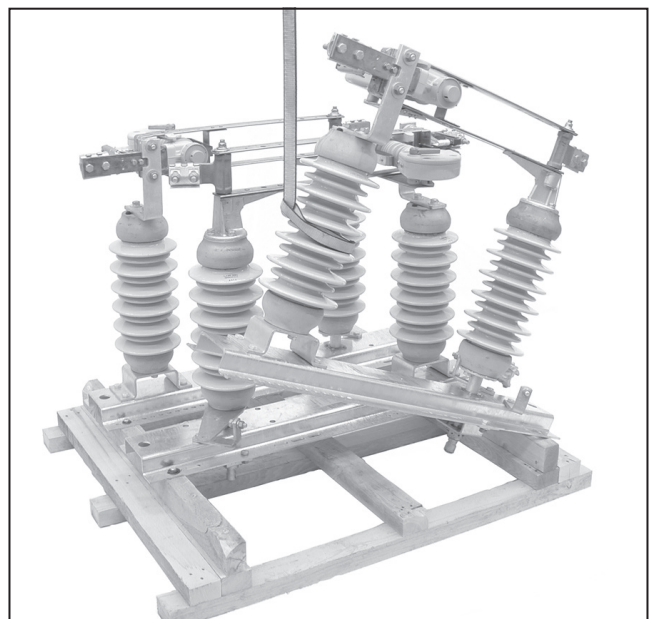

Figura 7. Izamiento del polo del interruptor hasta su posición.
PASO 5. Eleve los polos del interruptor individual y atorníllelos en su posición en el poste o la estructura, como se muestra en el plano de montaje. Ver Figura 7.